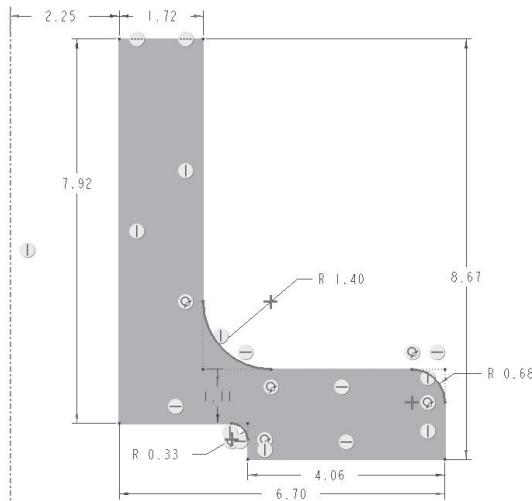

图2-1-5 绘制圆角结构
- (1) 在草绘器中，单击“圆角”按钮，执行“圆角”命令。
- (2) 系统提示“选取两个图元”时，分别在两个图元上单击，单击两个图元的位置点1、点2，系统自动创建圆角。
- (3) 系统再次提示“选取两个图元”时，继续选取两个图元，创建另一个圆角。直至单击鼠标中键，结束命令。
- (4) 参照法兰盘的圆角轮廓创建圆角结构，如图2-1-5所示。